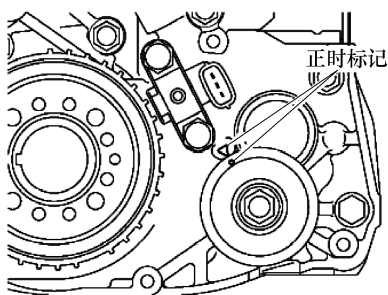

图 4-68 对齐机油泵链轮正时标记
3) 对齐机油泵链轮上的正时标记和它的配合标记, 如图 4-68 所示。